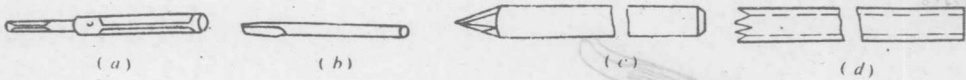

图2-13 电工用凿
③ 活络扳手不可反用, 以免损坏活络扳唇, 也不可 用钢管接长手柄来施加较大的扳拧力矩。
④ 活络扳手不得当作撬棒和手锤使用。
(9) 电工用凿 电工用凿按用途不同有麻线凿、小扁凿和长凿等, 其外形如图2-13所示。
3)长凿 长凿是用来凿打穿墙孔的。用来凿打混凝土穿墙孔的长凿由中碳圆钢制成。如图2-13(c)所示。用来凿打穿砖墙孔的长凿由无缝钢管制成,如图2-13(d)所示。长凿直径分有19、25和30毫米,长度通常有300、400和500毫米等多种。使用时,应不断旋转,及时排出碎屑。